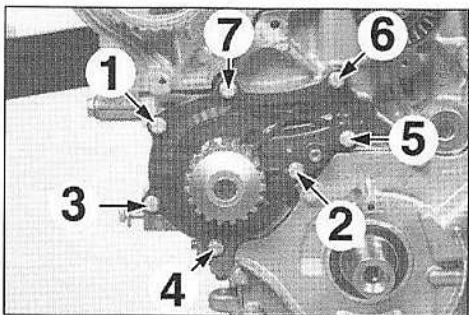

FIG.31
- Mettre en place la pompe à eau munie d'un joint neuf et respecter l'ordre de serrage (Fig.31).
13. Vis de pompe à eau (\*\*) (Fig.31) :